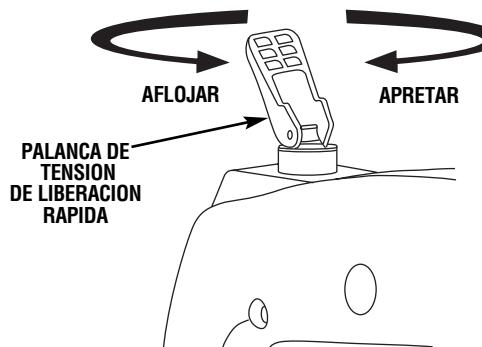

FIG. 7
1. Afloje la tensión de la hoja subiendo la palanca de tensión de liberación rápida (Fig. 7).
1. Reduzca la tensión de la hoja subiendo la palanca de tensión de liberación rápida (Fig. 7).
ATENCIÓN: El mover la palanca hacia abajo debe requerir una presión moderada y firme únicamente. Si se necesita una presión fuerte, la hoja está demasiado tensa. Reduzca la tensión girando la palanca de tensión de liberación rápida en sentido contrario al de las agujas del reloj 1-2 vueltas y luego vuelva a colocar la palanca de tensión en la posición "hacia abajo". Si la palanca de tensión se encuentra en la posición "hacia abajo" y la hoja está demasiado floja, usted puede aumentar la tensión dejando la palanca de tensión en la posición "hacia abajo" y girándola en el sentido de las agujas del reloj justo hasta que usted note que desaparece la flojedad de la hoja. Luego, gire la palanca de tensión UNA vuelta completa en el sentido de las agujas del reloj. Esta cantidad de presión de la hoja debe servir para la mayoría de las operaciones de corte y la mayoría de las hojas (Fig. 7).